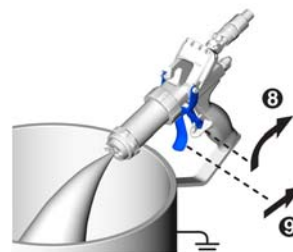

FIG. 21
11. Déverrouiller la gâchette du pistolet. Voir FIG. 21.
12. *Purger l'air des tuyaux de catalyseur et des tuyaux de résine* : appuyer le pistolet contre un côté du récipient mis à la terre et actionner la gâchette afin de procéder à une distribution. Continuer la distribution jusqu'à ce que du produit sans air soit distribué par les orifices à l'avant du pistolet. Voir FIG. 21. La pression d'air de la pompe peut être légèrement augmenter jusqu'à ce que le produit commence à couler.